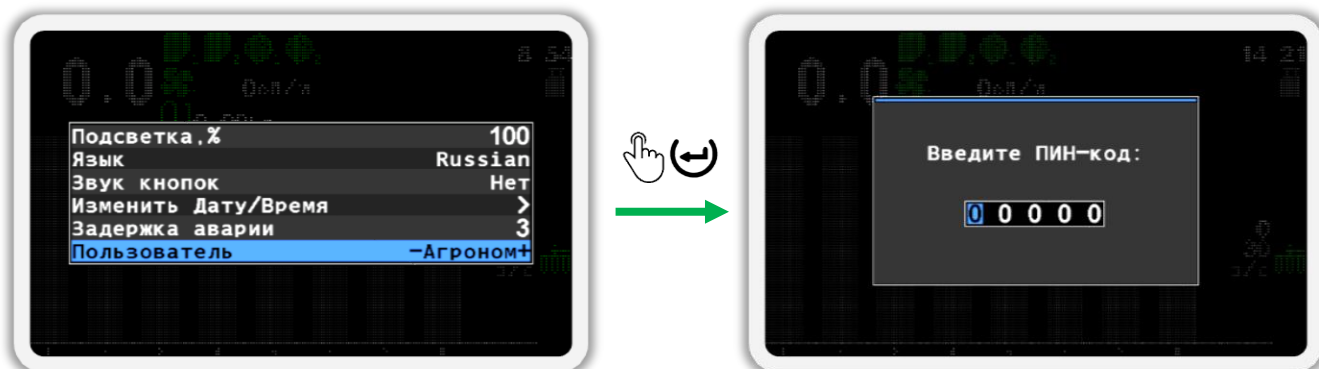

Рисунок 30
3. Теперь выберите пользователя «Агроном» (см. Рисунок 30 слева). Для этого используйте кнопки  «Плюс» и  «Минус».
5. В появившемся окне (см. Рисунок 30 справа) введите ПИН-код «88888». Цифра, значение которой можно изменять, отображается черным цветом на синем фоне. Для изменения её значения используйте кнопки  «Плюс» и  «Минус», а для перехода к другой цифре используйте кнопки  «Вверх» и  «Вниз».